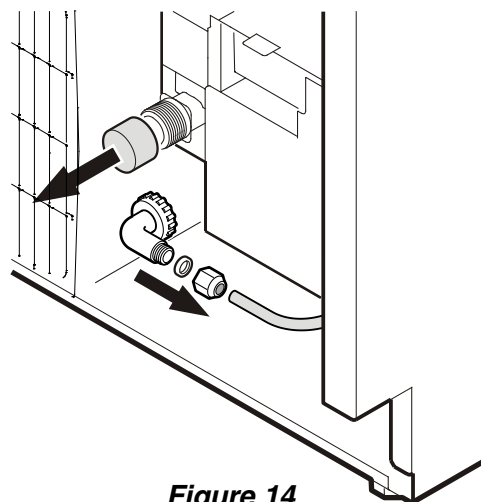

Figure 14
5. Retirer le cache du connecteur de la vanne (**Figure 14**).
6. Le conduit d'eau est visible sur le devant de l'appareil. Raccorder le conduit d'eau à l'adaptateur de diamètre extérieur (**Figure 14**).